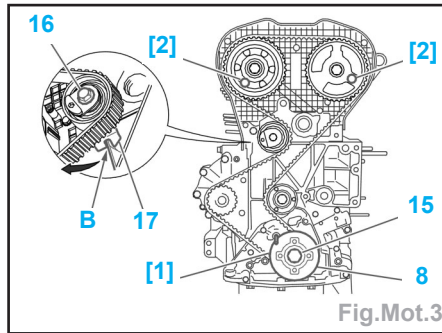

Fig.Mot.3
- Piger (Fig.Mot.3) :
- Desserrer la vis (16) au maximum.
- Dégager le support galet (17) de la nervure (B) du carter-cylindres (pour lui permettre un débattement plus grand).